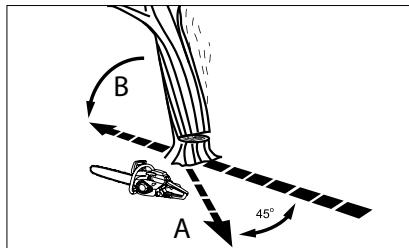

Fig. 14
Déterminez un chemin d'évacuation d'urgence sécuritaire et rapide. Dégagez la zone autour de l'arbre et assurez-vous qu'aucun obstacle ne bloque le chemin d'évacuation d'urgence. Le un chemin d'évacuation doit être dans la direction opposée à la chute prévue de l'arbre (B) (fig. 14).